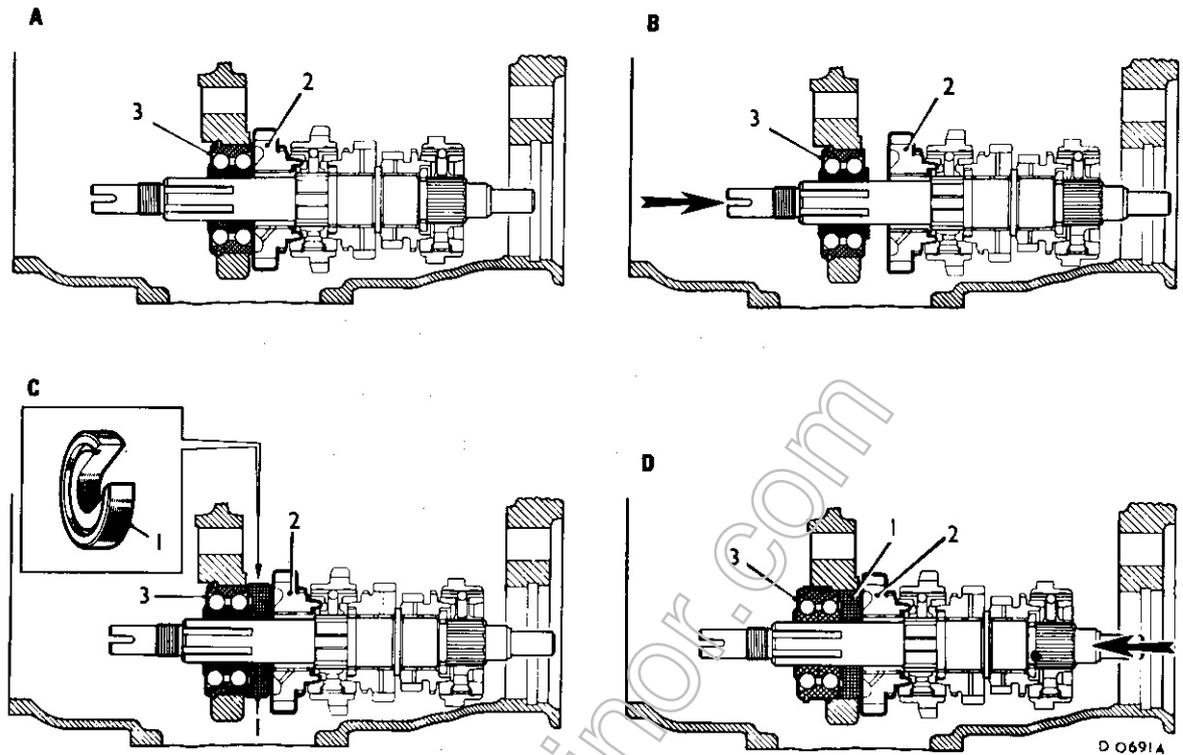

Fig. F.2
- (15) Rimuovere la piastrina di sicurezza dell'albero secondario e dell'albero della retromarcia; estrarre l'albero secondario dalla scatola, spingendolo dal lato della frizione; rimuovere l'ingranaggio multilo e le rosette reggispinta.
- (16) Svitare i tappi dall'esterno della scatola e rimuovere i nottolini d'arresto e le molle delle aste delle forchette d'innesto marce.
- (17) Togliere l'anello elastico del cuscinetto dell'albero di presa diretta e rimuovere il cuscinetto e l'albero dalla scatola mediante gli attrezzi 18G 284 e 18G 284B.
- (18) Far riferimento alla Fig. F.2. Spingere l'albero primario all'indietro, nel senso indicato dalla freccia della illustrazione B, sino a creare, tra lo ingranaggio della 1^a velocità (2) ed il cuscinetto (3) uno spazio sufficiente all'applicazione dell'attrezzo speciale (1 - illustrazione C). Nel caso di cambi a tre rapporti, usare
- l'attrezzo 18G 613; nel caso di cambi a quattro rapporti, usare l'attrezzo 18G 1127. In entrambi i casi, la faccia concava dell'attrezzo deve essere rivolta verso il cuscinetto. Per non danneggiare il cuscinetto o la scatola, aver la massima cura di non scambiare i due attrezzi. Spingere l'albero primario in avanti, nel senso indicato dalla freccia della illustrazione D, sino a che il cuscinetto (3) esca dalla sede, avendo cura di non danneggiare le forchette d'innesto delle marce. Sfilare, poi, il cuscinetto dall'albero ed estrarre l'albero dalla scatola.
- (19) Rimuovere la succhieruola dell'olio.
- (20) Rimuovere l'albero, l'ingranaggio e la forchetta della retromarcia.
- (21) Estrarre le aste e le forchette d'innesto delle marce, dopo aver svitato le viti di fissaggio.
- (22) Estrarre l'anello elastico dal perno